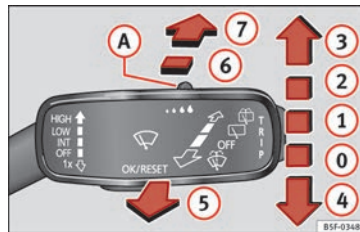

Bild 140 Vindrutetorkarspak
- Ge vindrutan en kort torka genom att flytta ner spaken till läge ④ » bild 140.
» bild 140.
– Dra spaken mot ratten, läge ⑤ » bild 140, och vindrutespolarna och torkarna slås på.
– Tryck spaken framåt till läge ⑥ » bild 140 och bakrutetorkaren torkar var sjätte sekund.
» bild 140 och bakrutetorkaren och -spolaren slås på samtidigt.
– Förflytta spaken till läge ① » bild 140.
Strålkastarspolarna arbetar kortvarigt om halv- eller helljuset är tänt och spaken förflyttas till läge ⑤ » bild 140. Strålkastarspolarsystemet arbetar också en gång per tio vindrutespolaryckler.